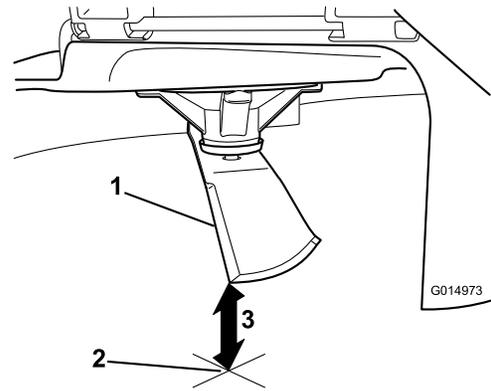

Figura 102
- Meça da ponta da lâmina até à superfície plana (Figura 102).